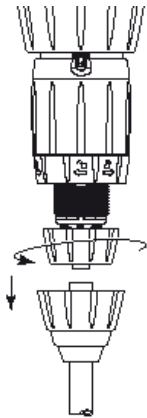

Abb. 16
- Haltemutter des Saugventils (**Abb. 16**), lösen und abnehmen. Saugventil entfernen, die Einzelteile mit klarem Wasser gründlich spülen.